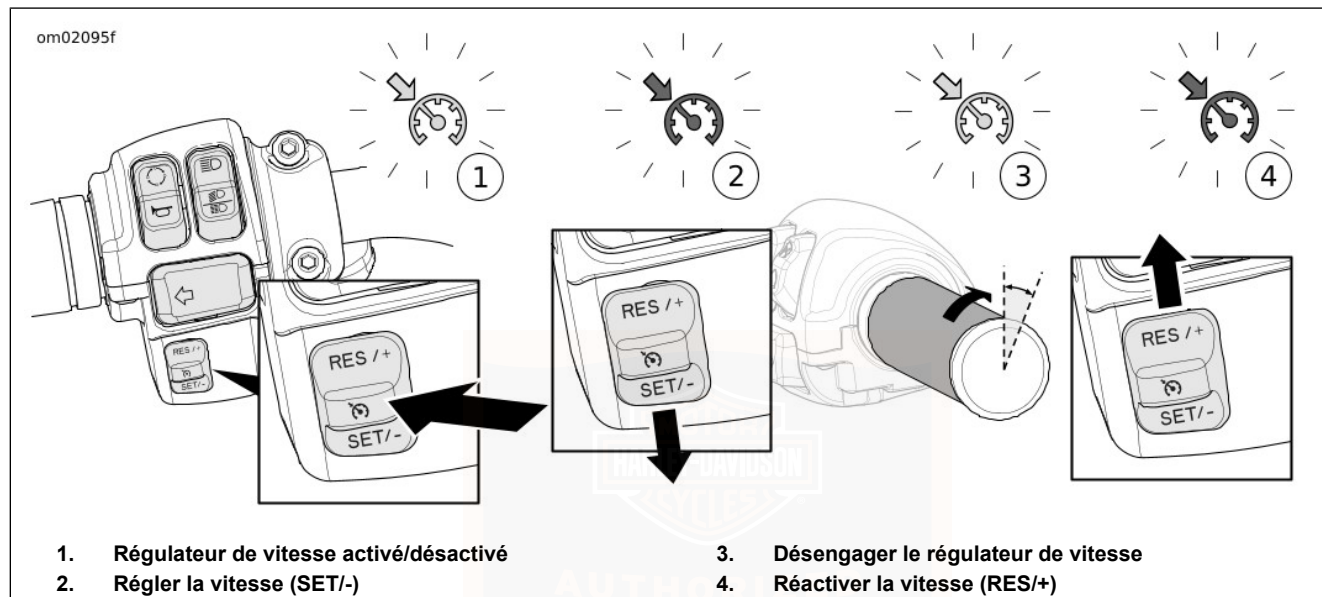

Figure 35. Régulateur de vitesse
Voir Figure 35 . Appuyer sur le commutateur CRUISE (régulateur de vitesse) pour activer le régulateur de vitesse (1). Lorsque le régulateur de vitesse est activé, son icône sur la face de l'indicateur de vitesse s'allume en orange.
Voir Figure 35 . Lorsque la moto atteint la vitesse prévue, appuyer sur le commutateur SET/- pour régler la vitesse de croisière (2). L'icône de régulateur de vitesse passe de l'orange au vert.
Voir Figure 35 . Pour cesser de circuler à la vitesse constante réglée, passer le papillon en position fermée par le biais du commutateur de désengagement (3).
Voir Figure 35 . Si le régulateur de vitesse a été désengagé, mais que l'indicateur du régulateur de vitesse est orange, appuyer sur le commutateur RES/+ pour reprendre la vitesse de croisière (4). L'icône s'allume en vert. La moto reprend automatiquement la vitesse constante réglée.